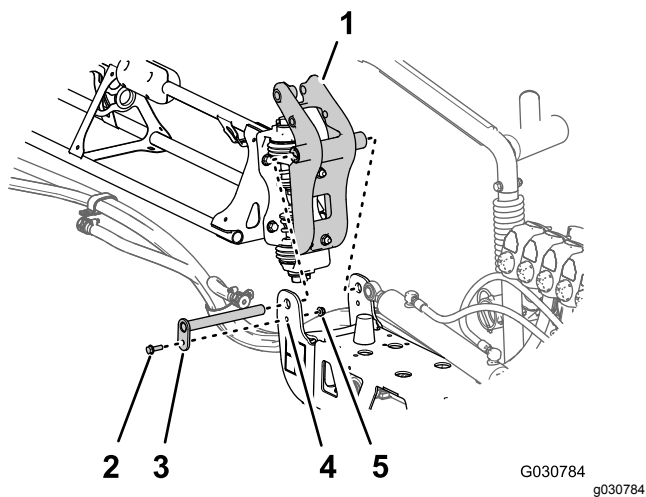

Figura 100
3. Alinhe os casquilhos da união da articulação com os orifícios nas flanges do suporte da articulação na extremidade da secção da rampa central (Figura 100).